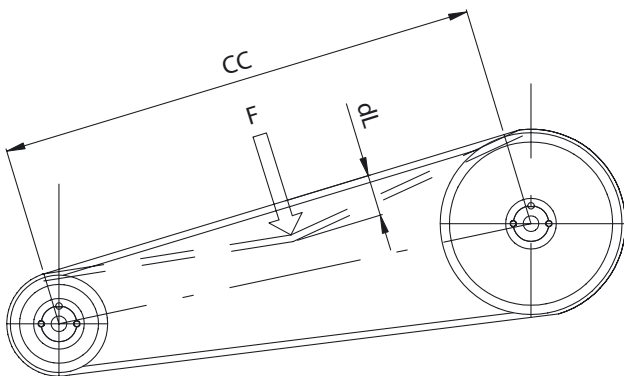

Fig. 2. Remtilspænding.
3. Remmen spændes indtil der med et tryk på ca. 9 kg (F) kan måles en udbøjning på remmen på ca. 9 mm (dL), se fig 2.